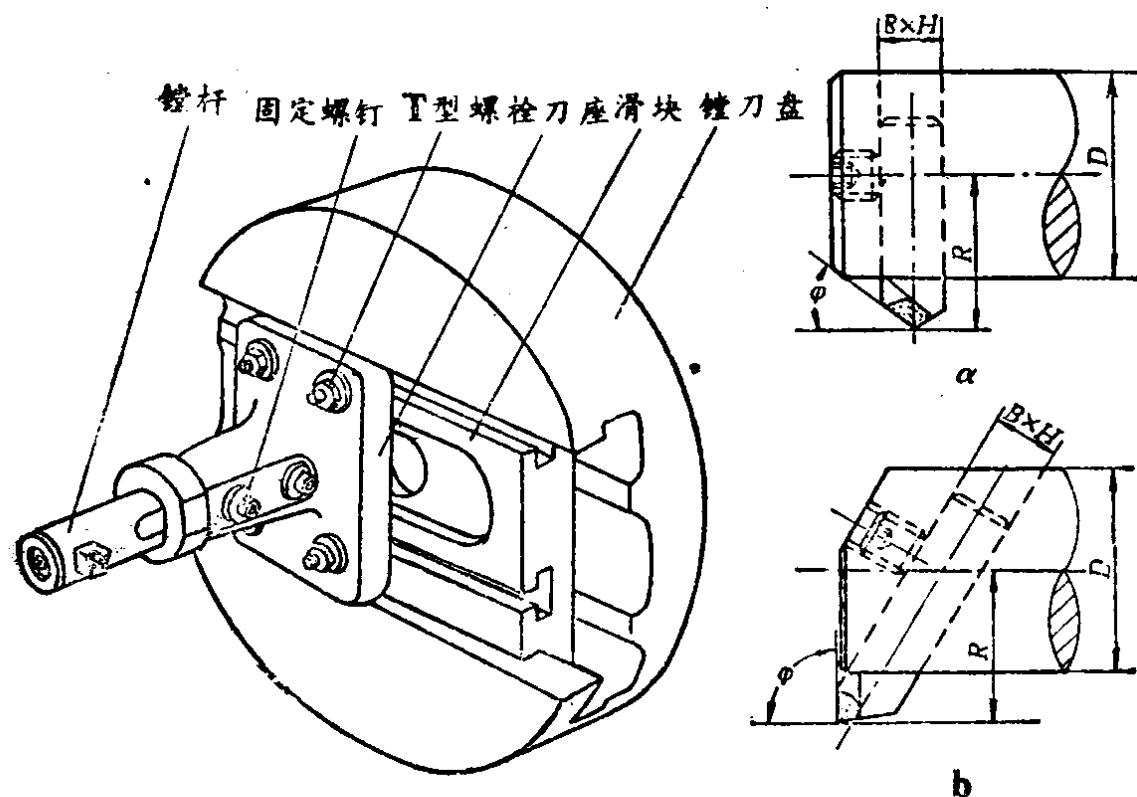

图 3 镗床上用的镗刀
(2) 镗床上用的通孔(a) 和盲孔(b) 镗刀(图3)，圆柱形镗杆用螺钉固定在刀座的孔中，利用T形键固定在镗刀盘上。不同的调整位置，可加工不同直径的部件，从而节省制造大型孔径镗杆的工时和材料。